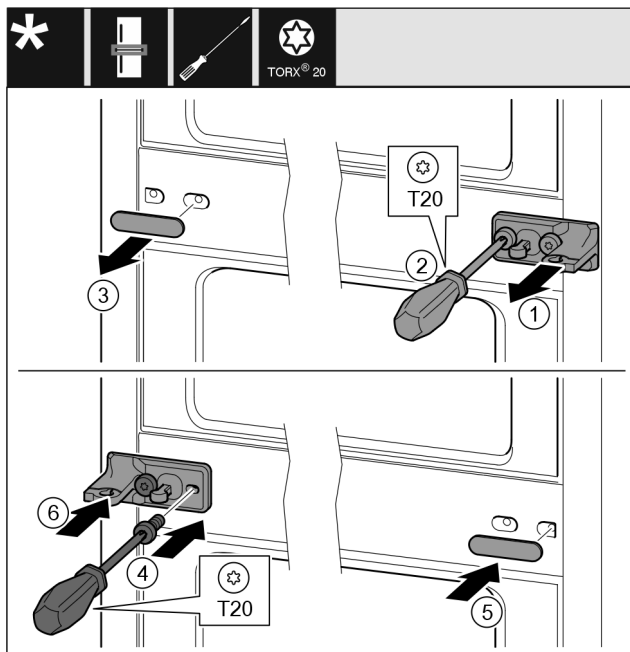

Fig. 33
- ▶ Tag skiven af. Fig. 33 (1)
- ▶ Skru skrueerne ud med skruetrækkeren T20. Fig. 33 (2)
- ▶ Tag forsigtigt afdækningen af. Fig. 33 (3)
- ▶ Drej hængselkonsollen 180°, og skru den fast på den anden side. Fig. 33 (4)
- ▶ Drej afdækningen 180°, og anbring den på den anden side. Fig. 33 (5)
- ▶ Skub skiven på forfra. Fig. 33 (6)